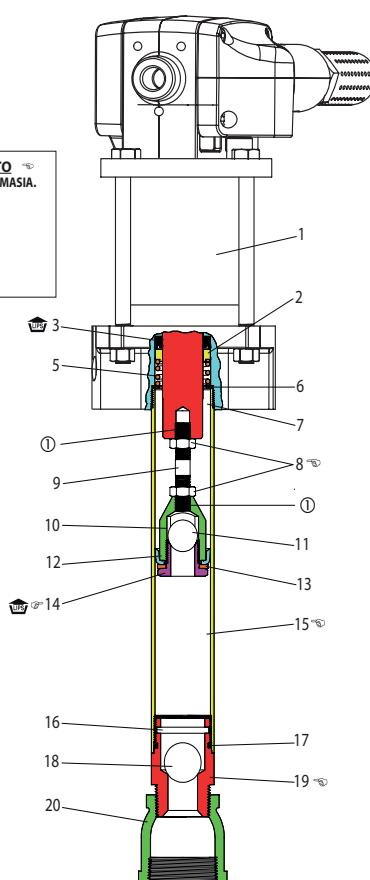

Figura 3
- Monte o vedante (3), o espaçador (2), a mola (5) e a anilha (6) na cavidade no fundo do motor. **NOTA:** Consulte a figura 3, página 4 para a direção do rebordo da embalagem.
- Para AF0409A13XXXX: Monte a porca, a haste do pistão e os componentes na haste do motor, apertando a porca contra a haste do motor. Aplique Loctite 242 nas rosas da haste do pistão antes da montagem. **NOTA:** Aperte a porca a 60-70 ft lbs (81,3 - 94,9 Nm) consulte a figura 3, página 4.